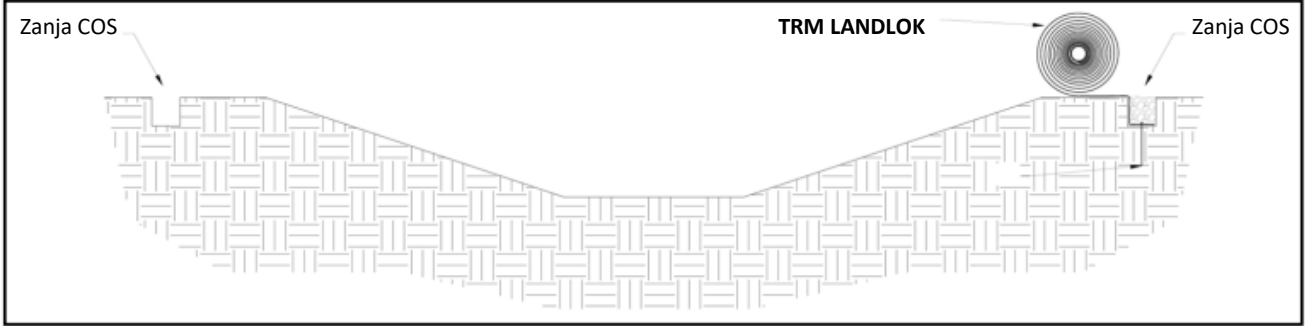

Figura 10: Colocación de la zanja de la cresta del talud (COS)
4. Asegure el LANDLOK con pines en la zanja COS (Figura 10). La colocación sugerida de los pines para la zanja COS es a lo largo del fondo de la zanja en centros de 300 mm. Los pines también deberán instalarse en los traslapes de los bordes del panel en la zanja CDP.
5. Rellene y compacte la zanja COS en la ubicación del primer panel de LANDLOK únicamente (Figura 10).